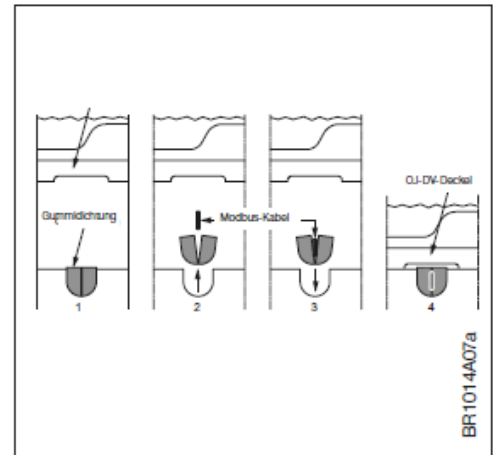

Abbildung 3-8:
- Wird für die Modbus-Kommunikation ein Telekommunikationskabel, 6-Leiter, ungeschirmt, 30 AWG/0,066 mm² benutzt, ist dieses durch die für diesen Zweck eingegossene Gummidichtung einzuführen. Siehe Abb. 3-8.
- Die Gummidichtung hat einen aufgeschnittenen Einführungsschlitz, der bei korrekter Montage die Schutzart des Produkts sichert. Siehe Abb. 3-8.